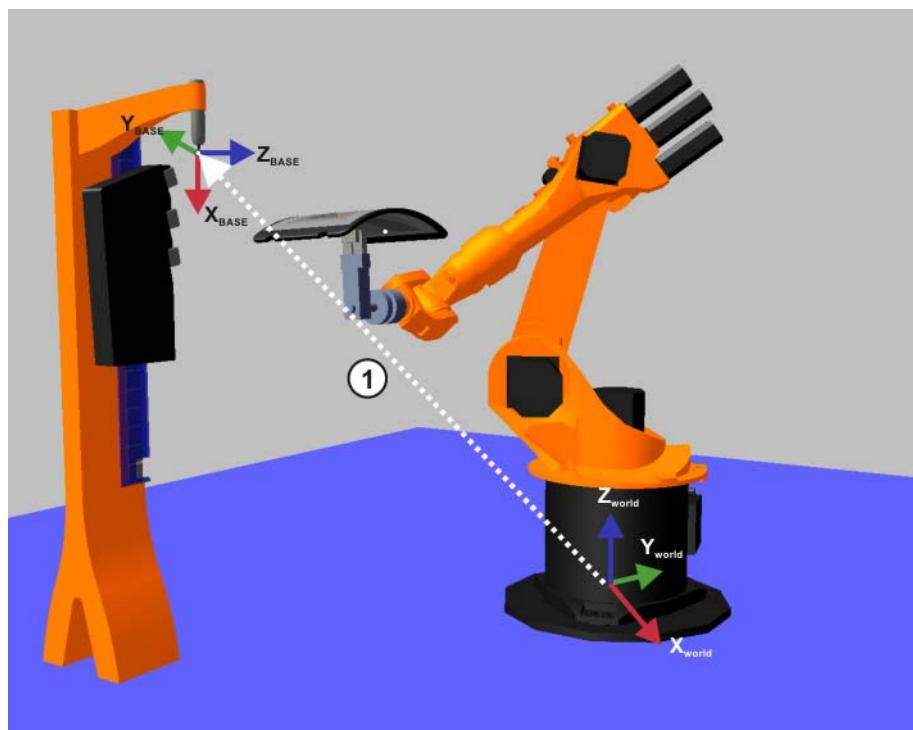

Fig. 3-37: Medición de la herramienta fija
Como muestra la figura (1) (>>> Fig. 3-37), el TCP externo se administra referido a \$WORLD (o \$ROBROOT), es decir, como un sistema de coordenadas de base.